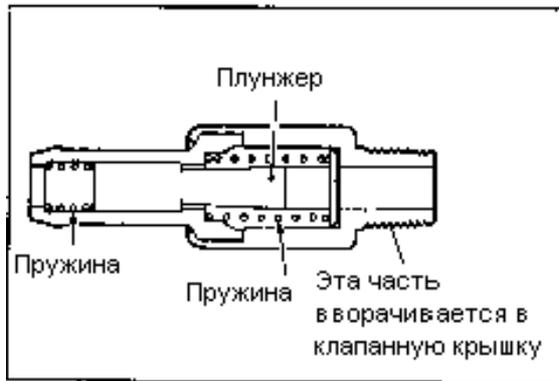

Рис. 9.4
- (1) Клапан принудительной вентиляции картера (рис. 9.4).